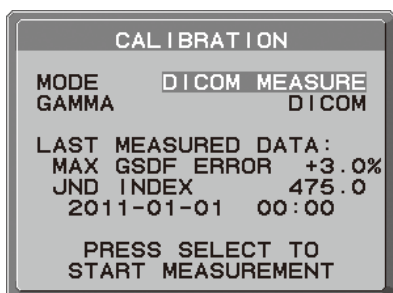

図 15
2. キャリブレーションモードで DICOM MEASURE を選択します。(図 15)